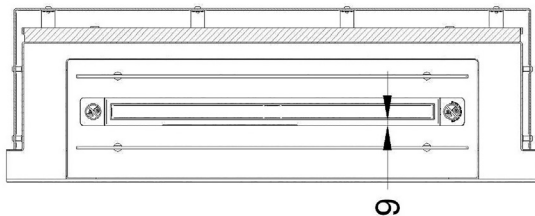

Рис. 4b
9. Закройте крышку корпуса Quadra-Inside. Обратите внимание на правильное размещение, так чтобы между крышкой корпуса и зоной пламени сохранялся равномерный (см. рис. 4b) воздушный зазор прим. 9 см для обеспечения достаточного притока воздуха. В противном случае корпус может быть покрыт сажей, что приведет к неравномерной картине пламени.